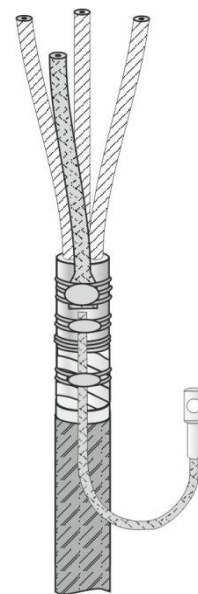

Рис.4
3.Снять оболочку кабеля от конца кабеля до второго кольцевого надреза. Удалить поясную изоляцию и кордели, жилы кабеля развести и обезжирить салфеткой, смоченной в бензине или ацетоне. Закрепить бумажную изоляцию на концах жил 2-3 витками ленты ПВХ (Рис. 4).